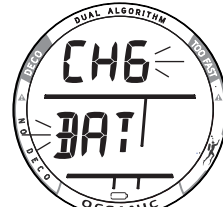

Fig. 8 - BATTERIA SCARICA (durante l'immersione)
- Se si verifica una condizione di batteria scarica durante l'immersione, la potenza residua della batteria è sufficiente a mantenere in funzione l'unità fino al termine dell'immersione stessa. Non appena l'unità entra in modalità Superficie, l'icona batteria (pila senza barra interna) comparirà con la dicitura CHG BAT lampeggiante (Fig. 8).